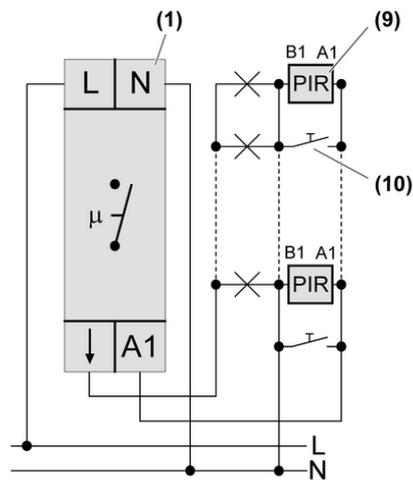
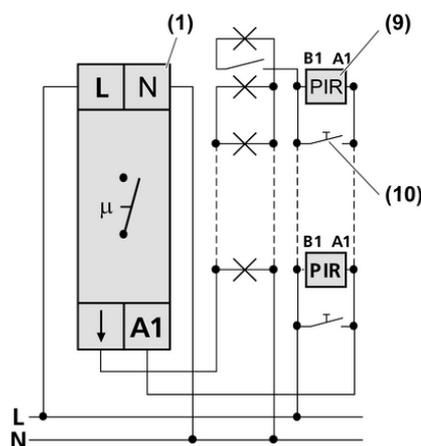

Figure 3: Schéma de raccordement circuit à 3 conducteurs
Figure 4: Schéma de raccordement circuit à 4 conducteurs
L'automate REG peut être utilisé pour un circuit à 3 conducteurs (figure 3) ou un circuit à 4 conducteurs (figure 4). Le circuit à 4 conducteurs présente l'avantage de pouvoir connecter séparément une lampe supplémentaire.
- Raccorder l'automate REG, le mécanisme d'impulsions (9) et les poussoirs d'installation selon le schéma de raccordement (figure 3) ou (figure 4).